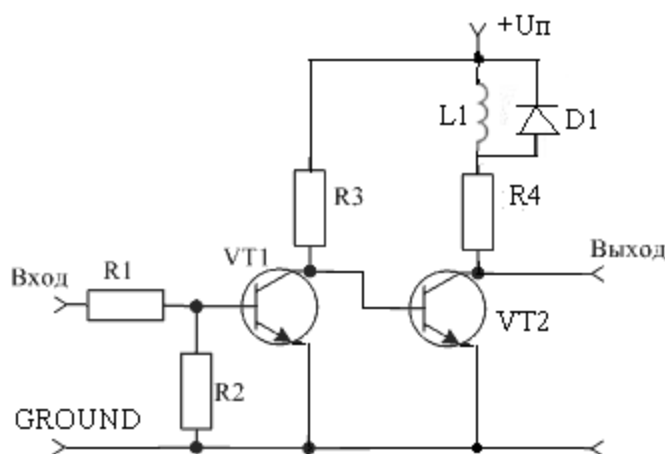

Рис. 6 Схема транзисторного ключа
**Задача №6.** Разработать *EXPRESS*-модель схемы транзисторного ключа (рис. 6). Номиналы копонентов ключа для различных вариантов указаны в Таблице 6.